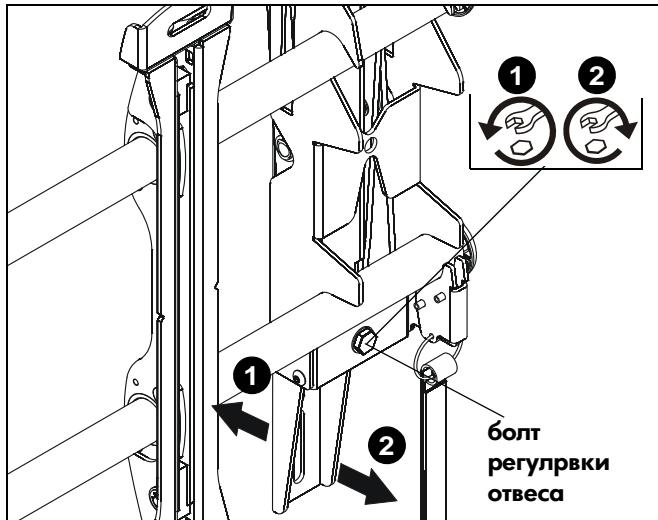

рис. 13
- Чтобы отвести экран от стены, поверните регулировочный болт отвеса влево с помощью ключа 1/2" (X). (См. рис. 13)
- Чтобы подвести экран к стене, поверните регулировочный болт отвеса вправо с помощью ключа 1/2" (X). (См. рис. 13)